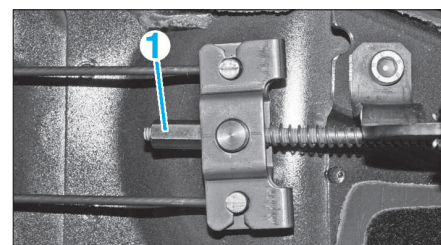

FIG. 9
- Desserrer l'écrou (1) de réglage du frein de stationnement (Fig.9).
- Repérer la position de l'écrou de réglage (1) (Fig.9).
- Serrer l'écrou de réglage (1) jusqu'à ce que les roues soient bloquées.